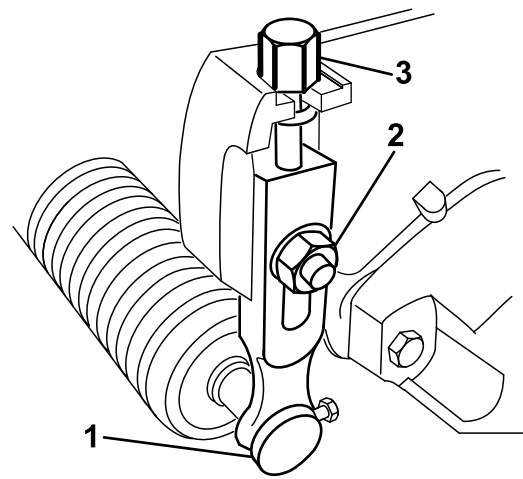

Figura 10
1. Afloje las contratuercas que sujetan los brazos de la altura de corte a las chapas laterales de la unidad de corte (Figura 10).